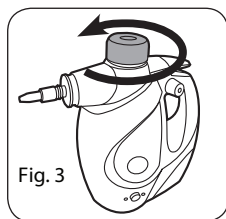

Fig. 3
1. Posizionare il pulitore sulla superficie piana. Se risulta necessario di aggiungere l'acqua durante o dopo l'uso dell'apparecchio, leggere prima le istruzioni nel capitolo „Integrazione dell'acqua nell'apposito contenitore durante l'uso“. Una volta l'apparecchio si è raffreddato, si riduce la pressione del vapore al suo interno e la chiusura della bocca di riempimento si svita facilmente. Svitare la chiusura nel senso antiorario (Fig. 3).